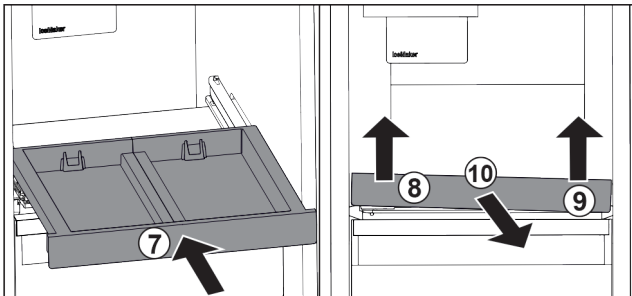

Fig. 125
- ▶ Skyv inn uttrekksplaten. Fig. 125 (7)
- ▶ Løft opp uttrekksplaten på venstre side foran. Fig. 125 (8)
- ▶ Løft opp uttrekksplaten på høyre side foran. Fig. 125 (9)
- ▶ Ta ut uttrekksplaten forover. Fig. 125 (10)